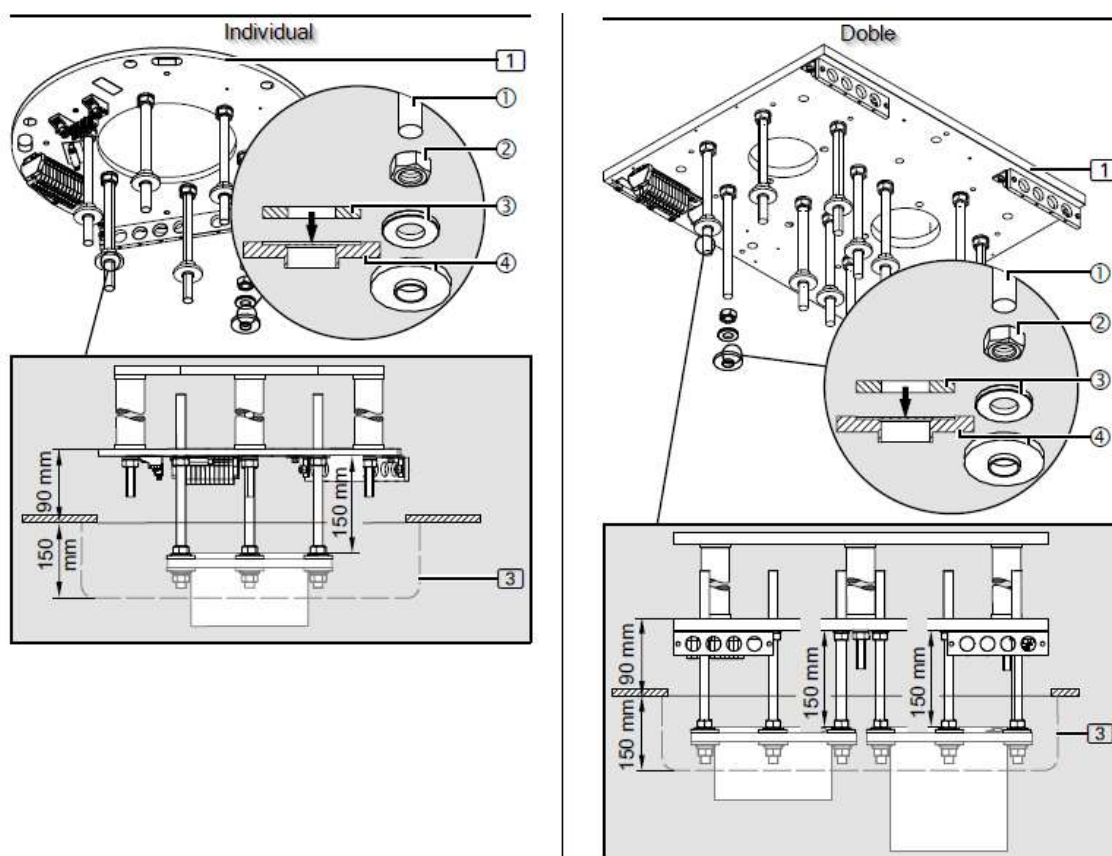

Abb.22 Montage der Isolierungen über den Gewindebolzen mit Zwischendecke
- Stellen Sie den Abstand zwischen den Sechskantmuttern M16 ② und der Schnittstellenplatte auf 1 bis 150 mm ein.
- Schrauben Sie die Sechskantmuttern M16 ② im berechneten Abstand L auf die Gewindebolzen M16 ①.
- Richten Sie die Sechskantmuttern M16 ② mit einer digitalen Wasserwaage horizontal aus.
- Legen Sie 1 Unterlegscheibe mit einem Außendurchmesser von 34 mm ③ ein.
- Setzen Sie 1 Kunststoff-Isolierscheibe ④ (wie in Abbildung 22 dargestellt) so ein, dass die Unterlegscheibe mit einem Außendurchmesser von 34 mm ③ auf der Kunststoff-Isolierscheibe ④ sitzt.